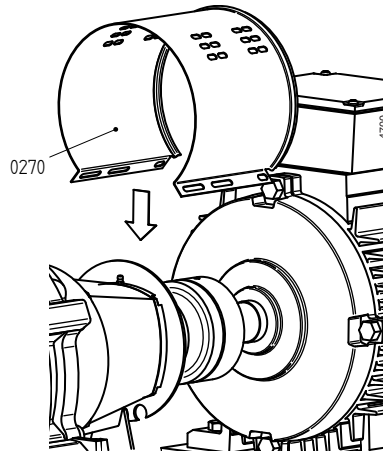

Figure 7: Installation de l'enveloppe côté moteur.
- 2 Enlever les deux chemises (0270). Voir figure 7.